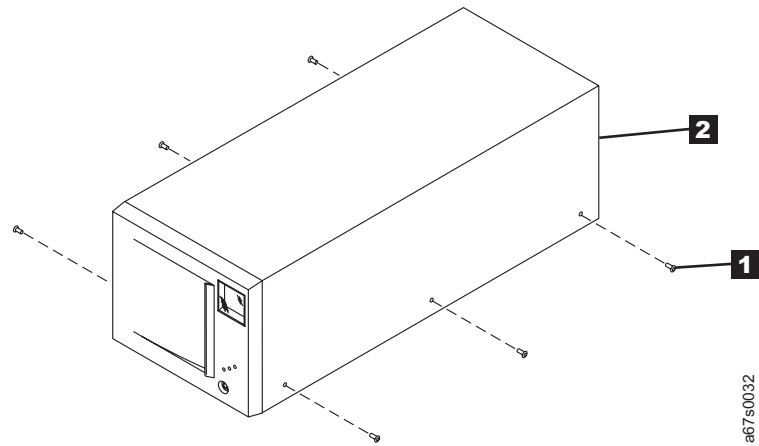

Abbildung 37. Abdeckungen des Bandkassetten-Autoloaders IBM 3581 entfernen
4. Benutzen Sie einen T-10-Torx-Schraubendreher, um die sechs Torx-Schrauben (siehe **1** in Abb. 37) zu entfernen, mit denen die Abdeckung **2** des linken Autoloaders befestigt ist.